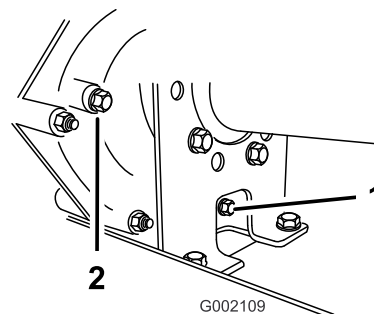
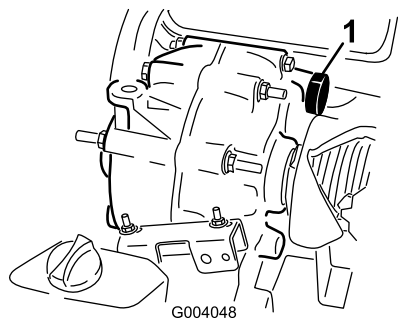

Figura 62
Figura 63
2. Limpe a área em torno dos tampões de enchimento e escoamento com um trapo (Figura 62).
4. Retire o tampão de enchimento rodando-o para a esquerda (Figura 62).
- Retire o tampão de escoamento rodando-o para a esquerda (Figura 62).
- Coloque e aperte o tampão de escoamento e a junta no orifício do tampão de escoamento da transmissão (Figura 62).
- Encha o reservatório (Figura 63) através do orifício do tampão de enchimento com aproximadamente 1,4 litros do óleo especificado ou até o nível de óleo na transmissão estar alinhado com a parte inferior das estrias (Figura 62).
- Coloque e aperte o tampão de enchimento e a junta no orifício do tampão de enchimento da transmissão (Figura 62).
- Verifique o nível de fluido e adicione mais fluido, se o nível estiver abaixo das estrias do orifício do tampão de enchimento (Figura 62).